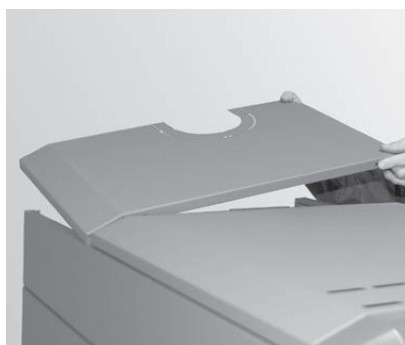

Fig. 98 Collocare la copertura posteriore della caldaia
- ▶ Collocare la copertura posteriore della caldaia – Fig. 98.